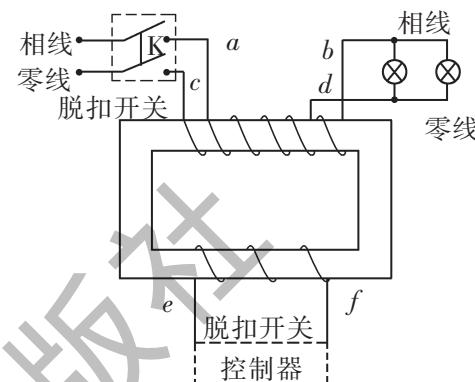
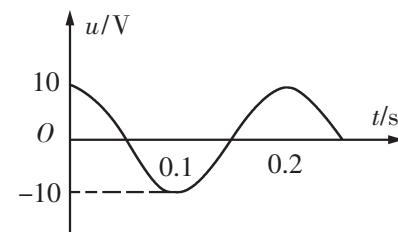

图 2-1
图 2-2
1. 照明电路中，为了安全，一般在电能表后面的电路上接入一个漏电保护器，如图 2-1 所示，当漏电保护器的 ef 两端没有电压时，脱扣开关 K 能始终保持接通；当 ef 两端有电压时，脱扣开关 K 立即断开。下列说法正确的是（ ）。
2. 一正弦式电流的电压瞬时值表达式为 $u = 311 \sin 100\pi t$ (V)，则此交流电压的峰值为 _____ V，有效值为 _____ V，周期为 _____ s，频率为 _____ Hz。
3. 一交变电流的电压随时间变化的图象如图 2-2 所示，由图可知电压的峰值为 _____ V，有效值为 _____ V，周期为 _____ s，频率为 _____ Hz，电压的瞬时值表达式为 $u =$ _____ 。